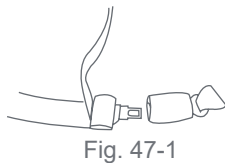

Fig. 47-1
- Un cinturón combinado de cadera/hombro con una hebilla de bloqueo se tensa tirando hacia arriba de la parte del hombro del cinturón de seguridad mientras empuja hacia abajo con fuerza la Silla de Seguridad o la base. Si experimenta dificultad para tensar el cinturón de seguridad, desabroche el cinturón de seguridad, ténselo un poco y vuelva a abrocharlo. Repita este procedimiento hasta que el cinturón de seguridad esté bien apretado alrededor de la Silla de Seguridad (Fig. 47-1).